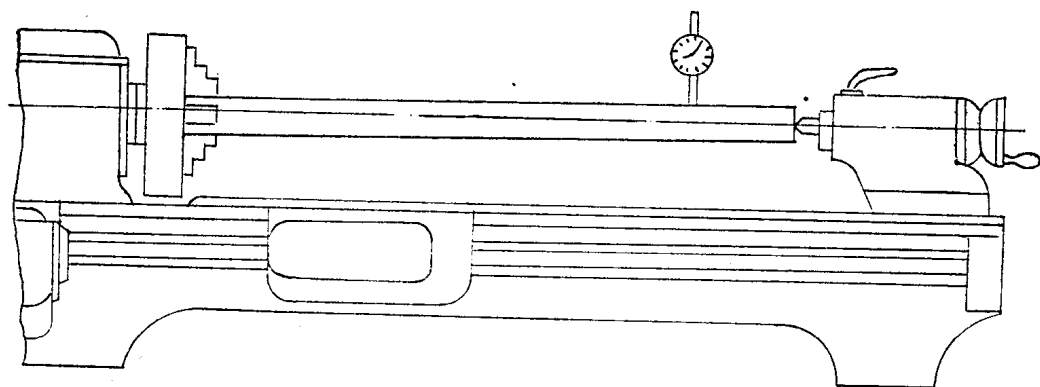

图 4
1. 使主轴中心线与导轨平行,需调整尾座。检查方法:以C620车床为例,可采用 $\Phi 50 \times 1000$ 毫米试验棒(长度视车床长度而定)顶在两中心上(如图4),用百分表装在拖板上指向试验棒的上部,摇动拖板检查试棒两端的误差。根据误差尺寸用厚度约0.04毫米的一般办公纸垫起尾座与床身导轨的接触面端部,垫的位置与厚度按误差的位置与尺寸而定。如果靠顶尖部分低可垫尾座的前部,靠车头部分低垫尾座后部。(大-小=纸垫厚度)。